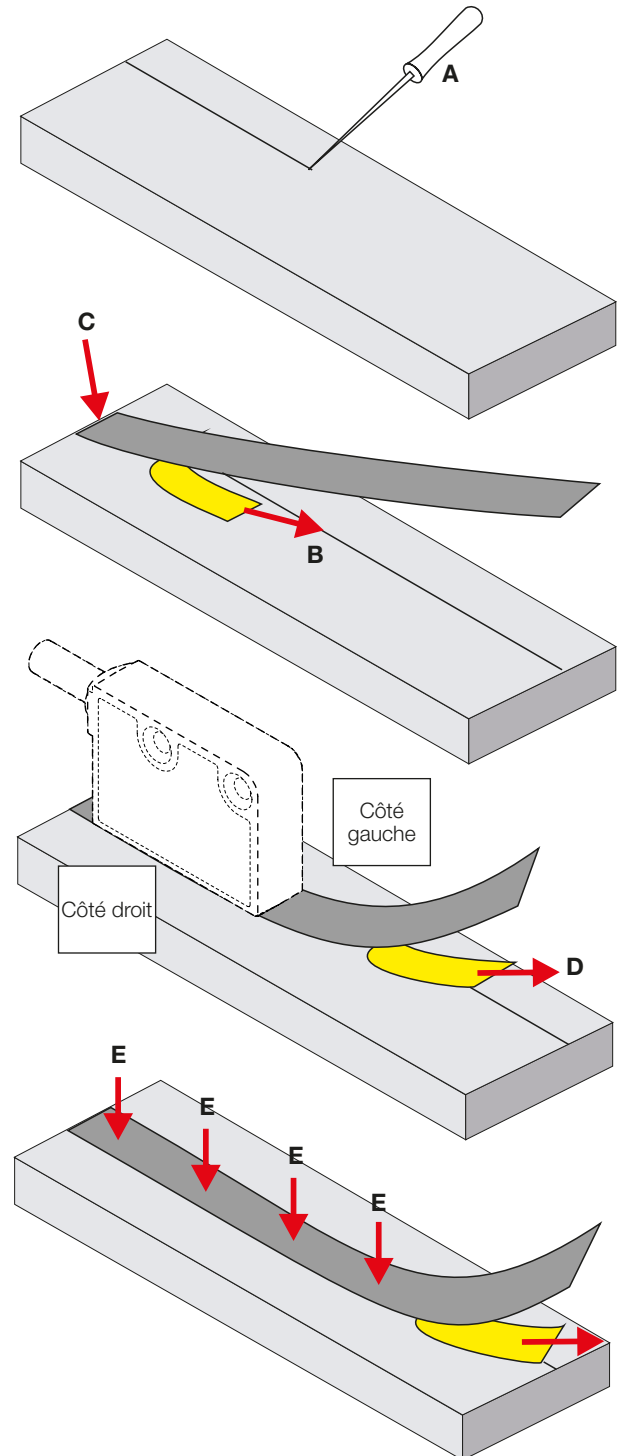

Fig. 4-4 : Fixation du corps de mesure sur une surface plane
1. Tracer l'arête de butée du corps de mesure sur la partie de la machine (Fig. 4-4, A).
Afin que le système fonctionne, la piste de référence du corps de mesure doit se trouver sur le côté droit de la tête de capteur (voir Fig. 4-4).
4. Retirer une partie du film de protection adhésif à l'extrémité arrière du corps de mesure (Fig. 4-4, B), positionner le corps de mesure et le coller petit à petit (Fig. 4-4, C).
5. Retirer un peu plus le film de protection adhésif (Fig. 4-4, D), positionner le corps de mesure et exercer une légère pression manuelle (Fig. 4-4, E).